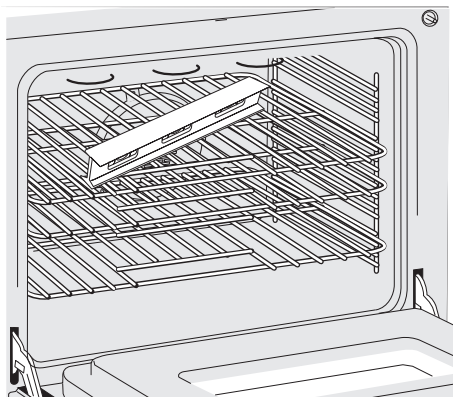

Figura 10
2. Ponga un nivel sobre la parrilla (figura 10). Ponga un nivel sobre la parrilla. Tome dos lecturas con el nivel puesto diagonalmente en una dirección y después en la otra. Nivele la estufa, si es necesario, ajustando las 4 patas niveladoras con una llave de tuercas (vea la figura 15).